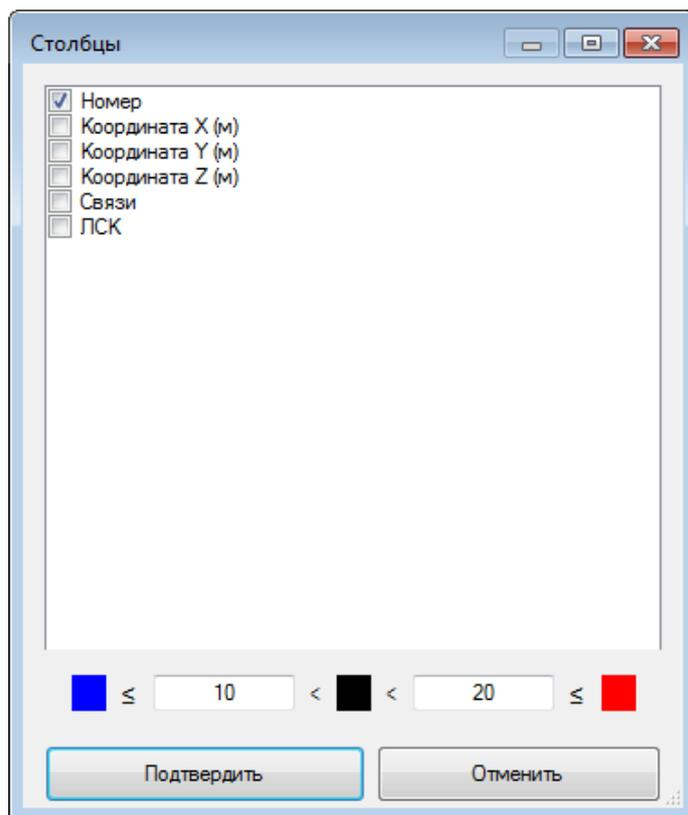

Рис. 3.69. Диалоговое окно **Столбцы**
- **Фильтр.** Используя данную команду, можно отфильтровать таблицу по значениям в столбцах с помощью цветowych индикаторов. Окно фильтра имеет вид, показанный на рис. 3.69.